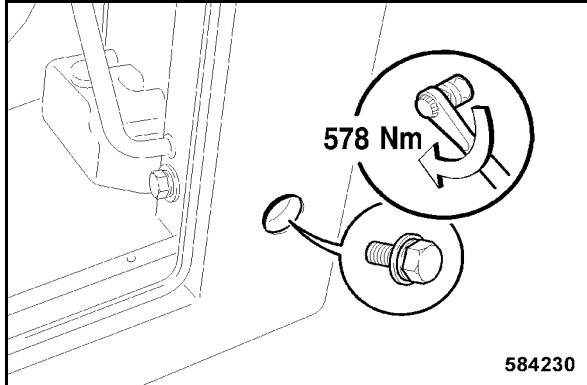

fig. 211
- Serrer la vis de fixation arrière latérale gauche à un couple de 578 Nm (fig. 211).